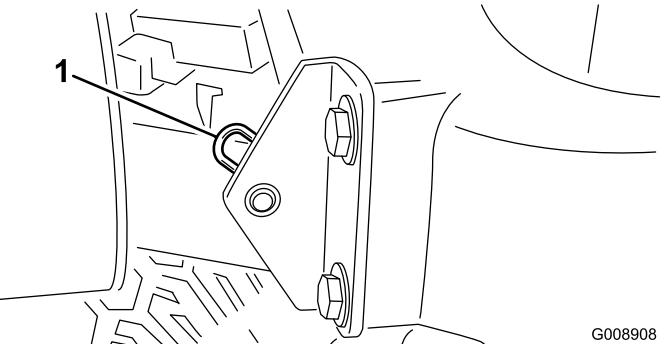

Bild 35
2. Entfernen Sie den Splint, mit dem das Gelenk der Motorhaube an den Befestigungshalterungen befestigt ist (Bild 35).